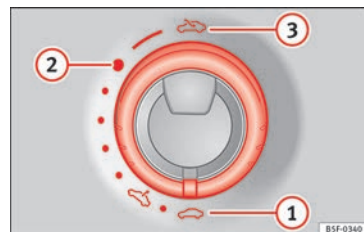

Fig. 11 Sur le toit intérieur : tourner le bouton pour l'ouverture et la fermeture.
• Ouverture : tourner la commande vers la position » fig. 11 ③.
- Position confort : tourner la commande vers la position » fig. 11 ②.
- Fermeture : tourner la commande vers la position » fig. 11 ①.